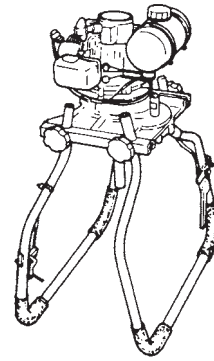

Fig. 14
- 2) Als de handgrepen omlaag geklapt worden, kunnen ze bij het opbergen als steunen gebruikt worden. (Fig 14)